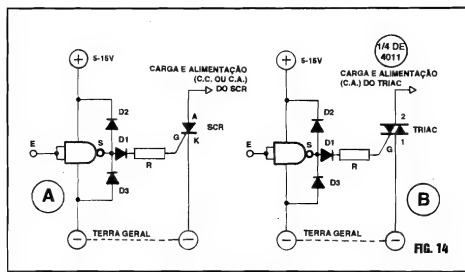

FIG. 14
- FIG. 14- INDO "ATÉ O TALO", EM TERMOS DE POTÊNCIAS, CORRENTES E TENSÕES "COMANDÁVEIS" POR UMA SAÍDA C.MOS... - Aos eventuais módulos de Potência acoplados às Saídas C.MOS